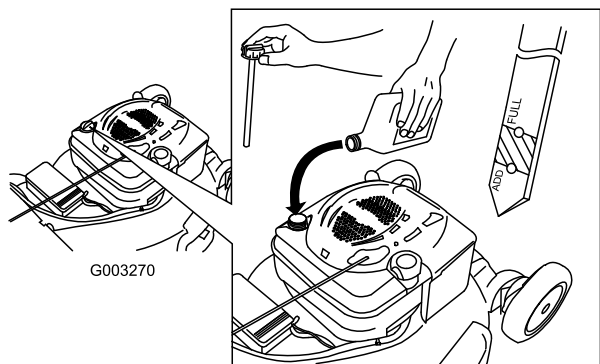

Figure 46
4. Versez de l'huile **lentement** dans le goulot de remplissage pour faire monter le niveau de liquide jusqu'au repère du plein (Full) sur la jauge (Figure 46). **Ne remplissez pas excessivement.** (Remplissage max. : 0,59 l, type : huile détergente SAE 30 de classe de service API SF, SG, SH, SJ, SL ou supérieure.)